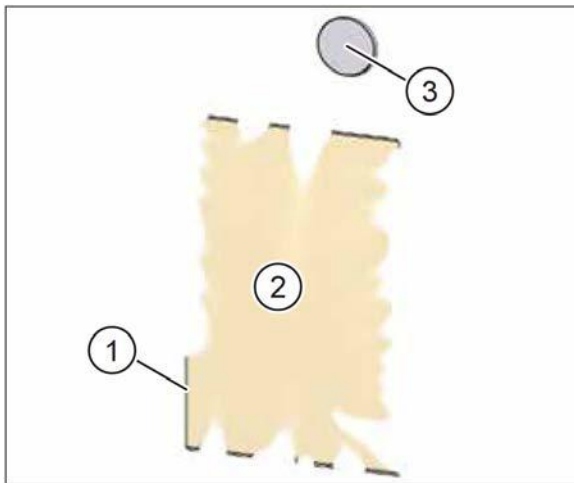

Рис. 37: настенный ящик заштукатурен внутри
- ▶ С помощью ножа очистите штукатурку с внутренней стороны штукатурной рамы (поз. 1 на рис. 37).
- ▶ Осторожно снимите гипсовую защитную крышку (поз. 2 на рис. 37) и находящуюся под ней защитную крышку.
- ▶ С помощью ножа очистите штукатурку внутри отверстий для вытяжного и приточного воздуха (поз. 3 на рис. 37) и удалите клейкую ленту со штукатуркой.